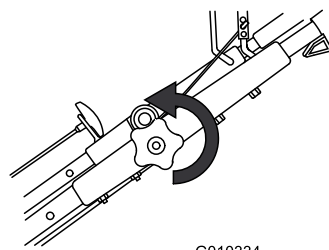

Figura 15
1. Afloje el pomo del manillar superior (Figura 15).